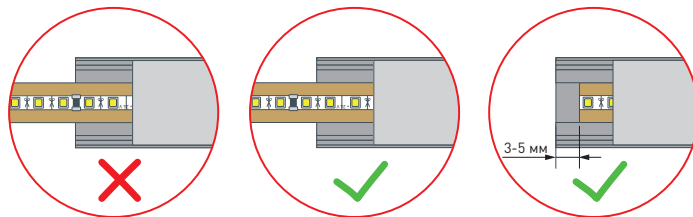

Рис. 1. Правильная резка ленты. Вид сверху
- Измерьте длину области установки. При необходимости отрежьте часть профиля необходимой длины (минимальный отрезок – 5 мм). Разрезать ленту необходимо только в обозначенных местах, отступив от края профиля на 3-5 мм строго по линии резки. Не допускается соприкосновение края ленты с анодированной частью профиля, поскольку произойдет нарушение ее работы и выход из строя. Контактная площадка печатной платы не должна располагаться в месте резки (см. рис. 1).